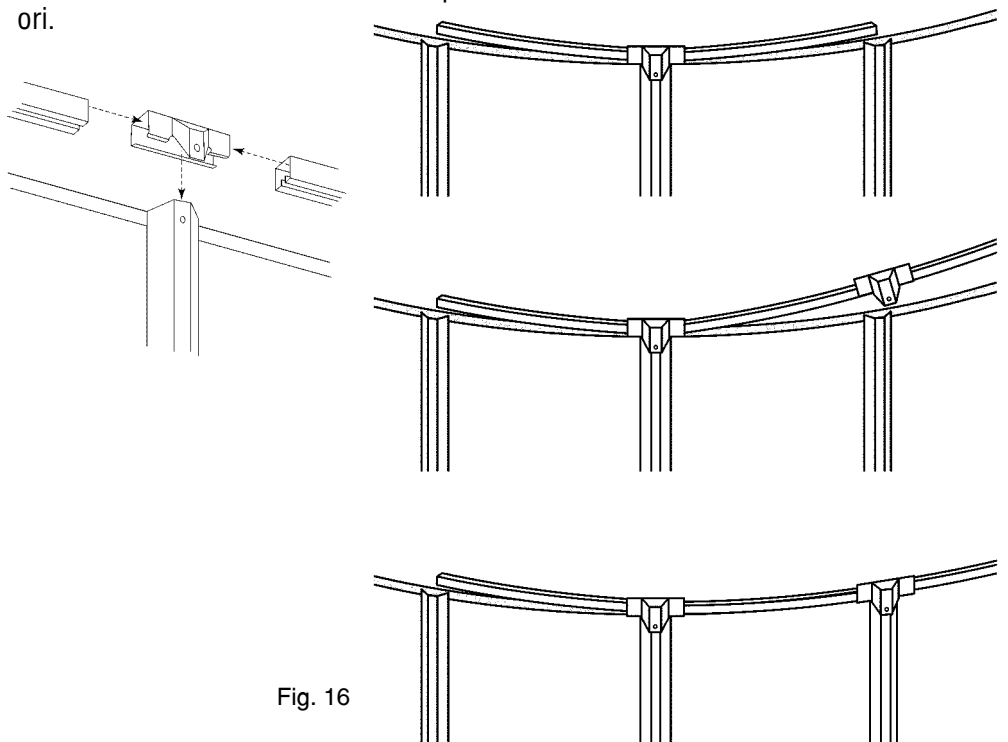

Fig. 16
Insert a section of the top rail into one of the metal top plates until you hit the stop. fig. 16.
Introduisez un rail supérieur dans une plaque métallique et enfoncez le jusqu'au butoir fig. 16.
Schieben Sie eine der oberen Schienen bis zum Anschlag in eine Metallplatte (Abb. 16).
**E****10- Instalacion de los railes y placas metalicas superiores fig. 16**
Introducete un rotaia superiore in una piastra metallica e conficcatela fino alla battuta d'arresto fig. 16.
Steek een bovenrail in een metalen bovenstuk en schuif hem door tot de nok fig. 16.